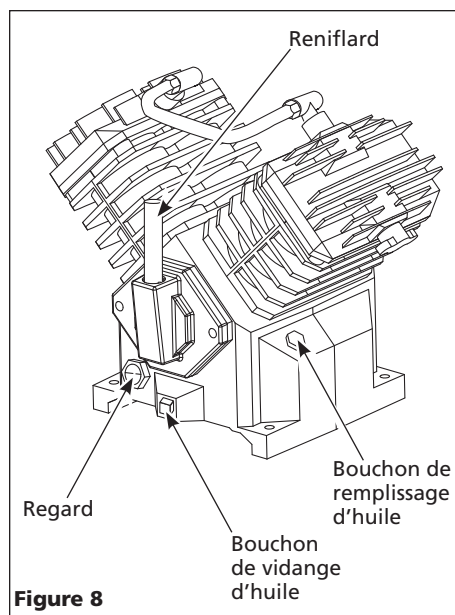
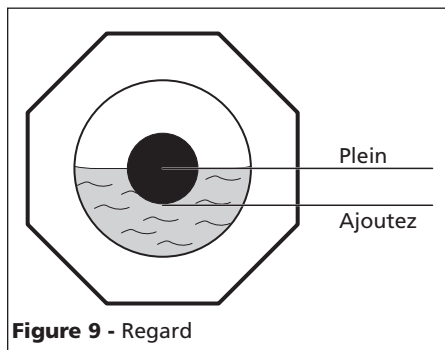

Figure 8
Figure 9 - Regard
N'utilisez pas de lubrifiant pour automobile ordinaire. Les additifs qui y sont présents pourraient former des dépôts sur la soupape et user la pompe prématurément. Pour prolonger au maximum la durée de vie de cette dernière, vidangez l'huile et remplacez-la après la première heure d'utilisation. Cette pompe comporte un indicateur permettant de voir le niveau d'huile (Figure 8) afin de la maintenir au niveau indiqué à la Figure 9.
1. Retirer le bouchon de l'ouverture de remplissage d'huile. Remplir la pompe au niveau d'huile approprié (Voir la Figure 9). Installer le reniflard (qui se trouve dans le sac de pièces avec ce manuel ou suspendu du cylindre).